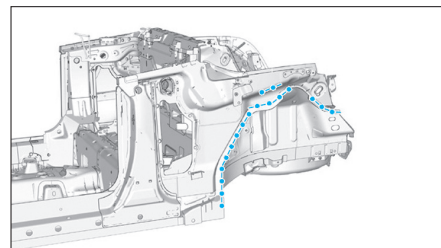

FIG. 85
- Préparer les surfaces de soudage (Fig.85).